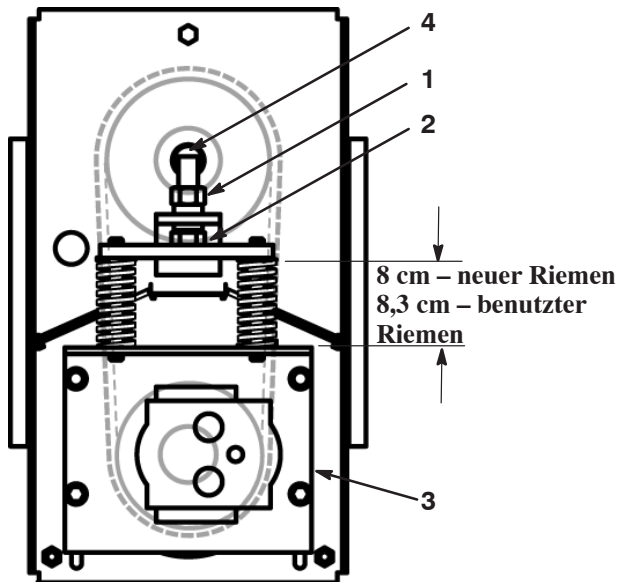
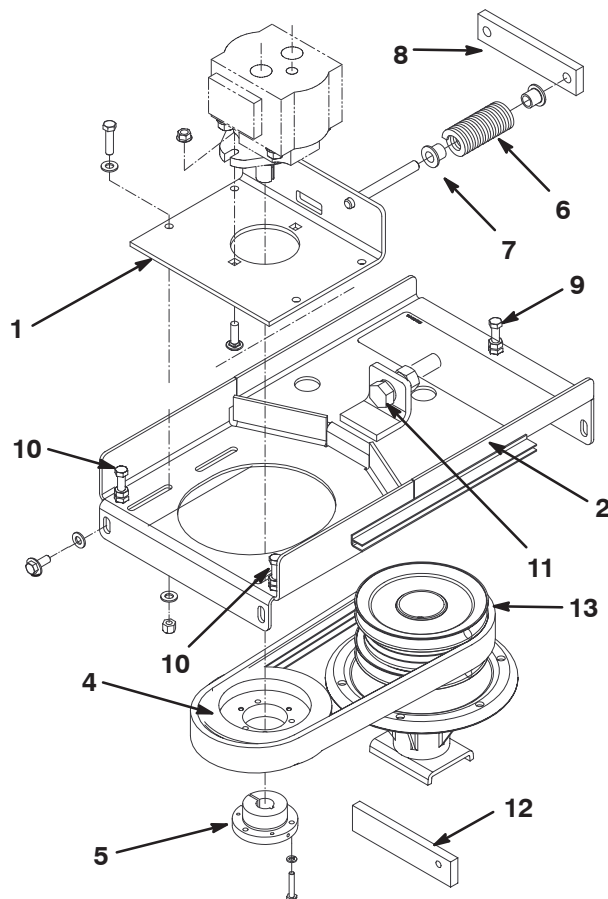

Bild 66
Bild 68
3. Lösen Sie die Klemmmutter und lösen Sie die Spannung der Federn mit der Spannschraube (Bild 66).
4. Lösen Sie die vier (4) Kopfschrauben, mit denen die Schiebeplatte an der Motorbefestigung befestigt ist (Bild 66).
5. Ziehen Sie die Spannschraube fest, bis die Federn auf die Maße komprimiert sind, die in Bild 66 angegeben sind.
6. Ziehen Sie die Klemmmutter an, um die Einstellung zu arretieren (Bild 66).
7. Ziehen Sie die vier (4) Kopfschrauben an, mit denen die Schiebeplatte an der Motorbefestigung befestigt ist (Bild 66).
2. Lösen Sie die Klemmmutter und lösen Sie die Spannung der Federn mit der Spannschraube (Bild 68).
4. Drehen Sie die Mutter auf die Einstellschraube, schrauben Sie dann die Einstellschraube hinten in die Motorbefestigung (Bild 68).
5. Lösen Sie die vier (4) Kopfschrauben, mit denen die Schiebeplatte an der Motorbefestigung befestigt ist (Bild 68).
6. Nehmen Sie die vier (4) Kopfschrauben und Scheiben ab, mit denen die Motorbefestigung am Mähwerk befestigt ist (Bild 68).
8. Positionieren Sie die Motorbefestigung auf das Mähwerk und verlegen Sie gleichzeitig den Riemen um die Spannscheibe (Bild 68). Achten Sie darauf, dass Sie nicht die flexiblen Hydraulikschläuche verbiegen, verdrehen, abknicken oder beschädigen.
9. Befestigen Sie die Motorbefestigung mit den vorher abgenommenen vier (4) Kopfschrauben und Scheiben lose am Mähwerk.
10. Prüfen Sie die Antriebsscheibenhöhe (Bild 68) wie folgt:
- Schieben Sie die Höhenmesslehre (Bild 68) unter die Antriebsscheibe (nicht unter die Spannbüchse).
- Ziehen Sie die drei (3) Einstellschrauben gleichmäßig an oder lösen Sie sie (Bild 68), bis die Scheiben unten flach an der Höhenmesslehre anliegen (ungefähr 3,8 cm).
- Ziehen Sie die vier (4) Kopfschrauben und Scheiben fest, mit denen die Motorbefestigung am Mähwerk befestigt ist.
11. Ziehen Sie die Spannschraube fest, bis die Federn auf die Maße komprimiert sind, die in Bild 66 angegeben sind.
12. Ziehen Sie die Klemmmutter an, um die Einstellung zu arretieren (Bild 66).
13. Ziehen Sie die vier (4) Kopfschrauben an, mit denen die Schiebeplate an der Motorbefestigung befestigt ist (Bild 66).
4. Lösen Sie die vier (4) Kopfschrauben, mit denen die Schiebeplatte an der Motorbefestigung befestigt ist (Bild 68).
5. Nehmen Sie die vier (4) Kopfschrauben ab, mit denen die Motorbefestigung am Mähwerk befestigt ist (Bild 68).